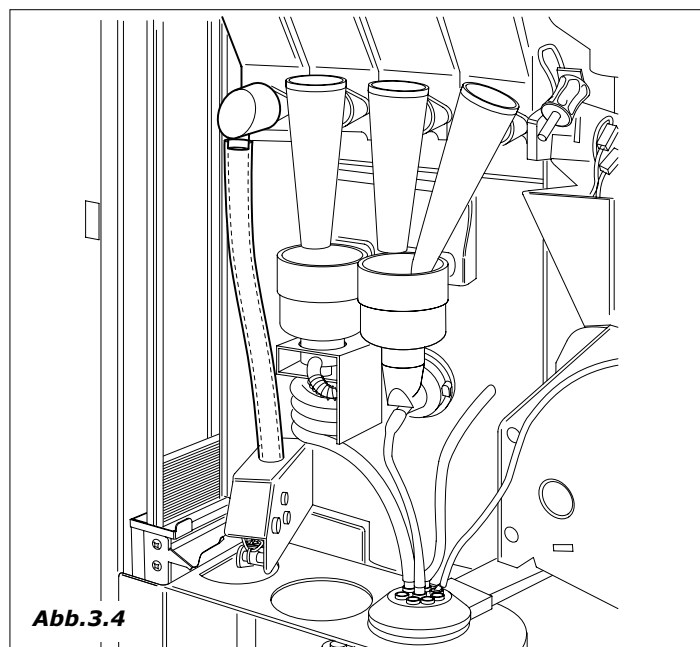

Abb.3.4
- 1** Der Produktmotor betätigt die Ausgabeschnecke des Zuckerbehälters, die die gewünschte Zuckermenge in das Fallrohr gibt (Abb. 3.4)